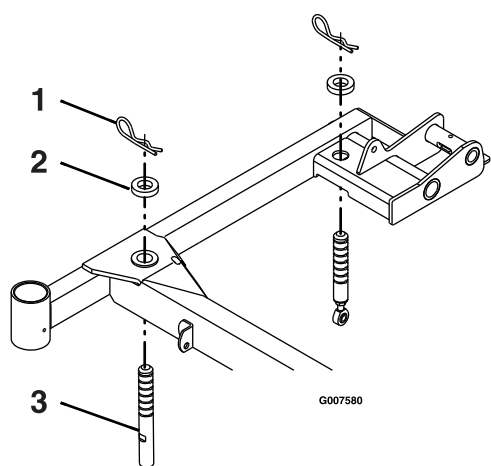

Figura 77
4. Asigurați-vă că toate tifturile în formă de agrafă sunt în orificiile aferente înălțimii de 7,62 cm pentru puntea mainii de tuns iarba, cu distanțierul amplasat sub tifturi (Figura 77).
5. Scurtați sau lungii fiecare tift de susținere pentru puntea mainii de tuns iarba pentru a obține o înălțime a vârfului lamei de 7,62 cm în partea frontală a punii și de 8,26 cm în partea din spate a punii (Figura 77).